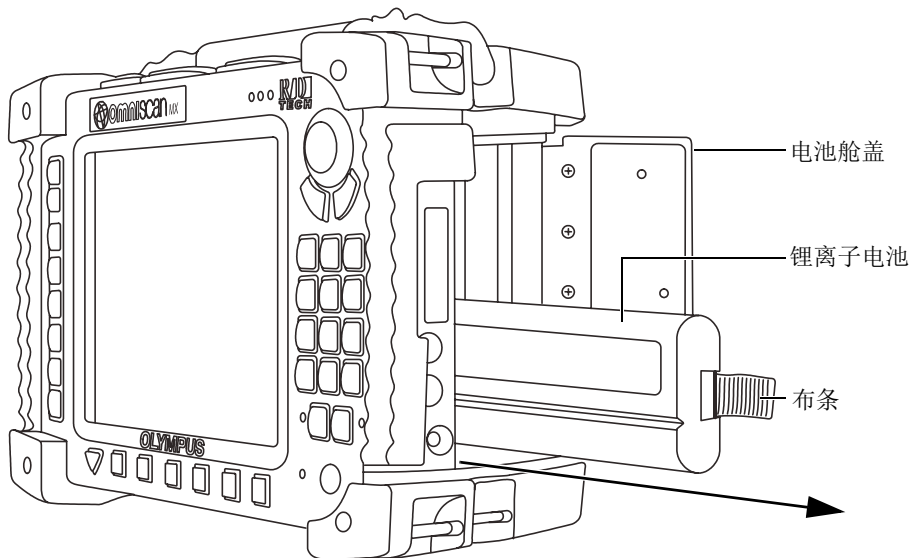

图 8-3 取出锂离子电池
2. 如果电池舱内已有电池，则拉动布条，将电池取出 (参见第 94 页的图 8-3)。